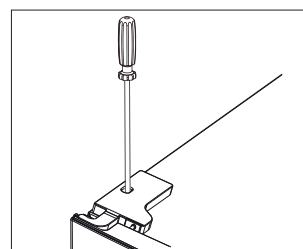

Fig. 17
- ▶ Coloque la cubierta de bisagra (27), con el contacto de puerta montado, sobre la bisagra y atornille la cubierta (27) (fig. 17).